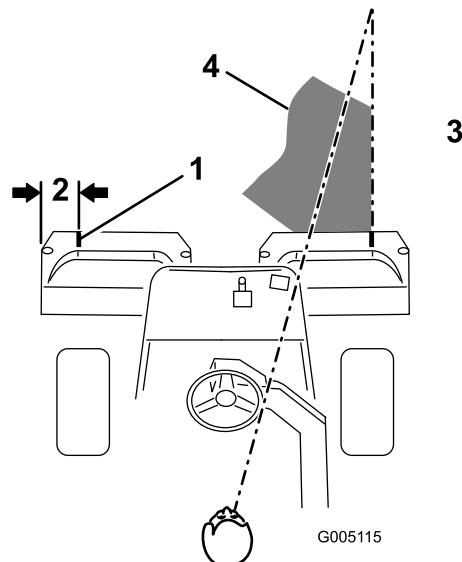
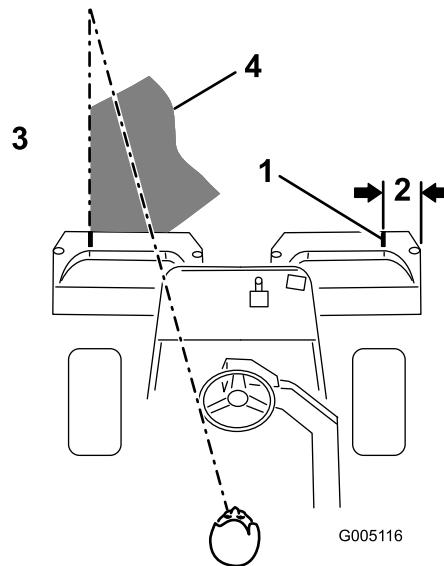

Figure 33
Figure 34
- Placez une bande de papier blanc ou un trait de peinture sur chaque bac parallèlement à son bord extérieur (Figure 33).
3. Minimisez le chevauchement de la passe précédente lors de la passe de retour. Pour vous aider à conserver une ligne droite en travers du green et à maintenir la machine à égale distance du bord de la passe précédente, établissez une ligne de vision imaginaire à environ 1,8 à 3 m en avant de la machine jusqu'au bord de la partie non coupée du green (Figure 33 et Figure 34). Certains trouvent qu'il est utile de faire passer la ligne de vision par le bord extérieur du volant, c.-à-d. de maintenir le bord du volant aligné avec un point qui est toujours éloigné de la même distance par rapport à l'avant de la machine (Figure 33 et Figure 34).